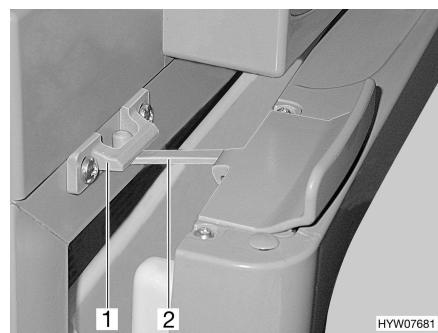

Fig. 95 Porta del frigorifero in posizione di ricircolo d'aria (Thetford)
- Aprire il bloccaggio (Fig. 95,2) e innestarla nella sede di bloccaggio (Fig. 95,1). In questo modo la porta del frigorifero rimane ferma in posizione socchiusa.